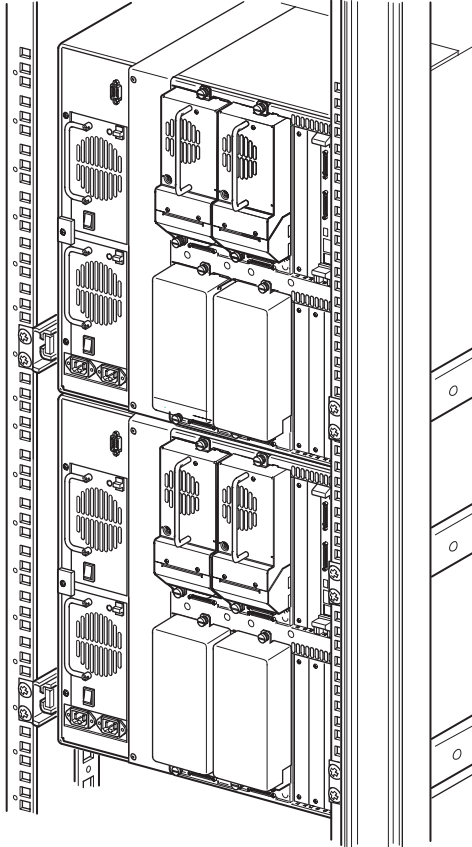

Figura 2–10: Instalación de la biblioteca, MSL5052/MSL5060 (se muestra el bastidor de la serie 9000)
2. Retire los paneles de protección o los conjuntos 1 y 3 de zapatas cortantes de los compartimientos adyacentes a la apertura de la cubierta protectora del PTM en cada una de las bibliotecas (consulte la Figura 2–11).